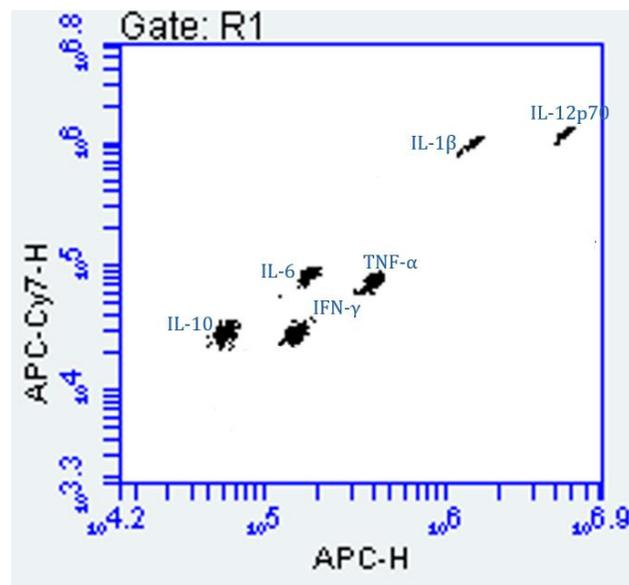

图1: 荧光编码微球及对应检测物
本试剂盒以流式分析为基础，检测原理如图1所示，在特定荧光编码的微球上分别连接对应的小鼠细胞因子。当检测样品中存在特异性抗原时，这些连接荧光编码微球的捕获抗体将会与其结合，最后通过加入藻红蛋白 (PE) 标记的特异性检测抗体，形成微球连接的捕获抗体-抗原-PE标记的检测抗体复合物。在流式细胞仪藻蓝蛋白 (APC) 和藻蓝蛋白-Cy7 (APC-Cy7) 通道下，各微球群被识别并用于判定抗原；在流式细胞仪PE通道下，微球体上PE的荧光强度与样本中各被检测物的浓度呈正相关，各校准品与其对应的荧光信号可拟合成浓度—荧光强度标准曲线，通过曲线方程可计算出各抗原的浓度。